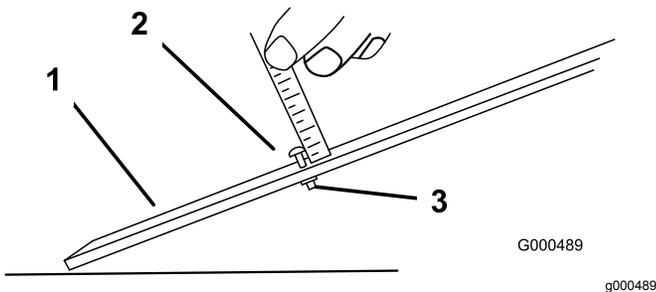

Рисунок 17
1. Ослабьте гайку измерительной планки и установите регулировочный болт на требуемую высоту скашивания (Рисунок 17).